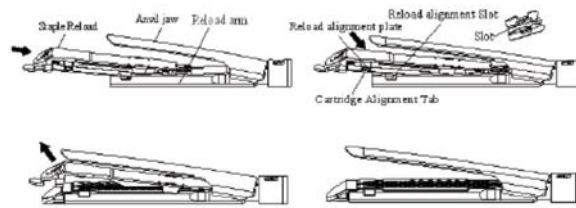

Fig. 5
2.5 Carga del cartucho: Deslice el cartucho contra la parte inferior del brazo del soporte de grapas hasta que la pieza de alineación del cartucho se detenga en la ranura de alineación del brazo del soporte de grapas. Presione firmemente el cartucho en su lugar. Quite la tapa del soporte de la grapadora y deséchela (Fig. 5). Ahora, la grapadora está cargada y lista para usar.